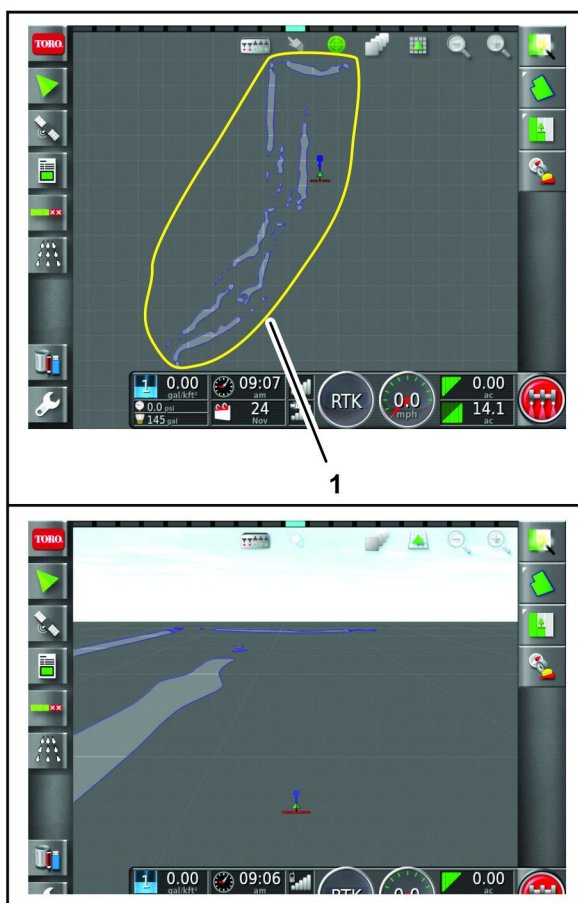

Figura 69
- Un altro tecnico dell'irrigazione utilizza la macchina n. 2 per mappare i confini del campo per le buche da 10 a 18 (Figura 69).